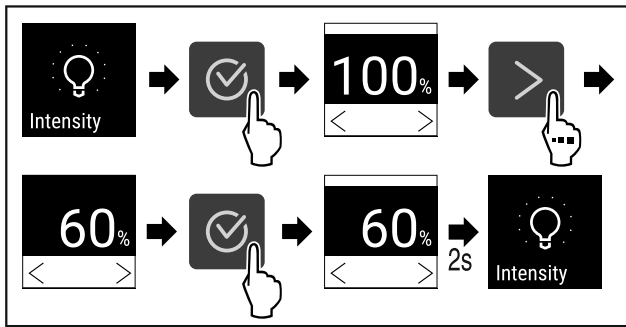

Fig. 89
- ▶ Efectuați pașii de acțiune (vezi Fig. 89).